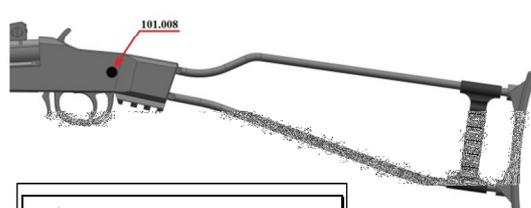

Figura 1 -101.008
1. Svitare la vite 110.010 sulla parte sinistra del calcio (rif.4 dell'esplosivo) di circa due giri (figura 1) utilizzando un cacciavite torx T20.